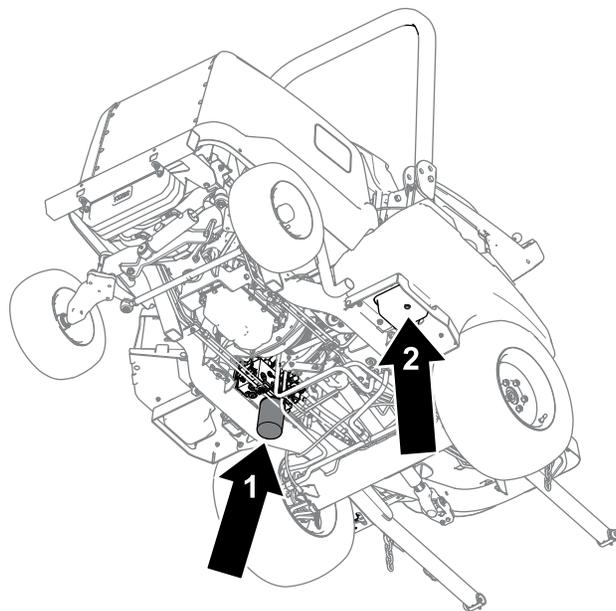

図 85
- タンクの底面にあるドレンプラグ 図 85を外し、流れ出すオイルを容器に受ける。
- フィルタの下に廃油受けを置き 図 85フィルタを外して排出されるオイルを回収する。